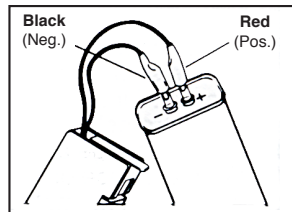

Fig. 2
3. Connect test clips to capacitor, noting polarity if checking electrolytics. (Fig. 2)
3. Die Testklammern am Kondensator befestigen; bei der Prüfung von Elektrolytkondensatoren auf die Polarität achten. (Abb. 2)